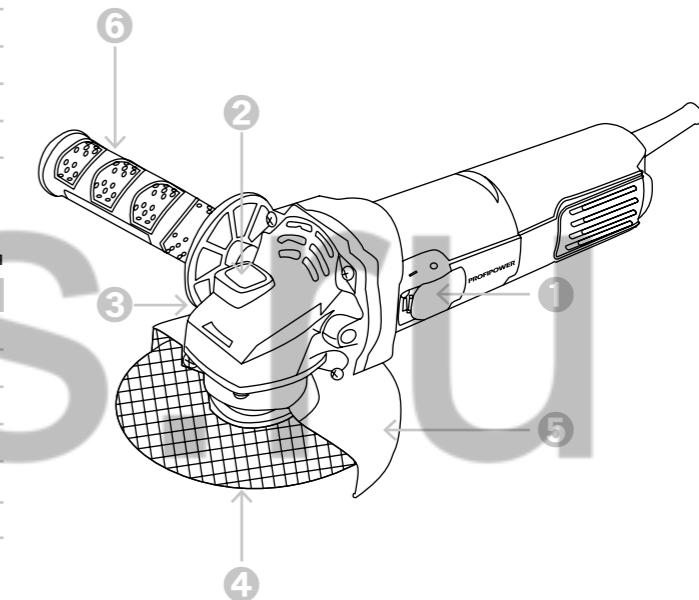
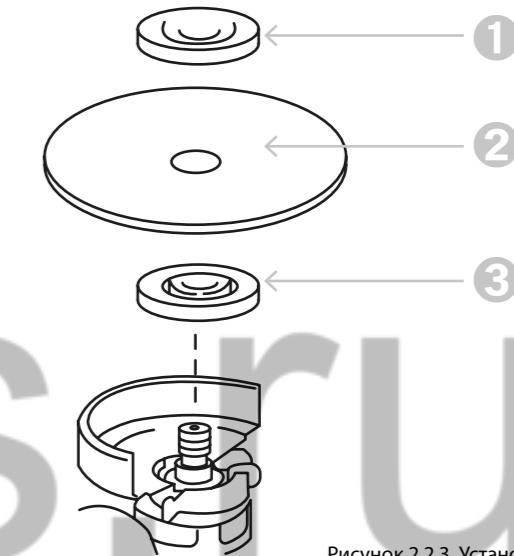

Рисунок 1.1. Устройство инструмента
Рисунок 2.2.3. Установка оснастки
① Снимите наружный прижимной фланец «3» (рисунок 2.2.3.).
② Установите на изделие соответствующую оснастку «1», в зависимости от вида работы (шлифование, отрезание), совместив отверстие в оснастке с выступом внутренней шайбы «2» (рисунок 2.2.3.).
③ **ВНИМАНИЕ!** При установке оснастки следуйте указаниям по направлению её вращения.
④ Закрутите наружный фланец «3».
⑤ Заблокируйте шпиндель, нажав кнопку «2» (рисунок 1.1.), и крепко затяните наружный прижимной фланец ключом.
⑥ Для снятия оснастки нажмите кнопку блокировки «2» (рисунок 1.1.) и прилагаемым ключом открутите фланец.
**ЗАПРЕЩЕНО!** Не включайте блокировку «2» (рисунок 1.1) при вращающемся шпинделе. Это может привести к повреждению инструмента. Нажмите на кнопку блокировки для предотвращения вращения шпинделя при установке или снятии оснастки.
Включайте инструмент только тогда, когда собираетесь работать с ним. Проверяйте перед установкой аккумуляторного блока исправность выключателя «1» (рисунок 1.1), чтобы он возвращался в положение "ВЫКЛ." При нажатии на его заднюю часть. Выключатель можно заблокировать в положении "ВКЛ" для удобства оператора при продолжительном использовании. Для включения инструмента переместите выключатель «1» (рисунок 1.1) вперед нажав на его заднюю част. При продолжительном использовании нажмите на переднюю часть выключателя для его блокировки в нужном положении. Для выключения инструмента нажмите на заднюю часть выключателя, после чего передвиньте его назад.